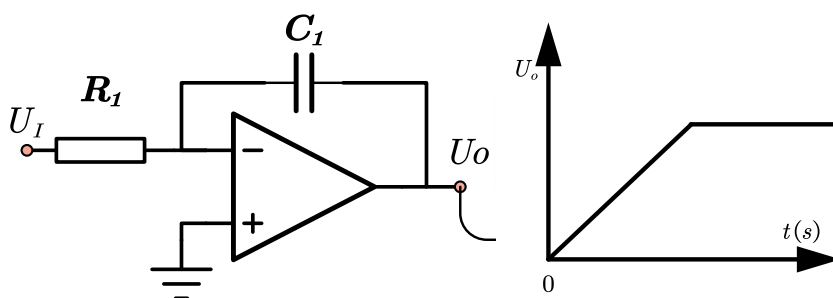

图 1.1 积分环节及其阶跃响应
2. 积分环节：如图 1.1 所示，利用运算放大器的虚短、虚断特性，可在复频域下分析得到该积分环节的传递函数
其阶跃响应如图 1.1 右图所示，输出电压随时间线性增大，但由于工作电源(+15V)限制，输出电压达到最大值后保持恒定。
3. 惯性环节：该环节原理图如图 1.1 所示，在比例环节的基础上在反馈环节并联一个电容，复频域下传递函数